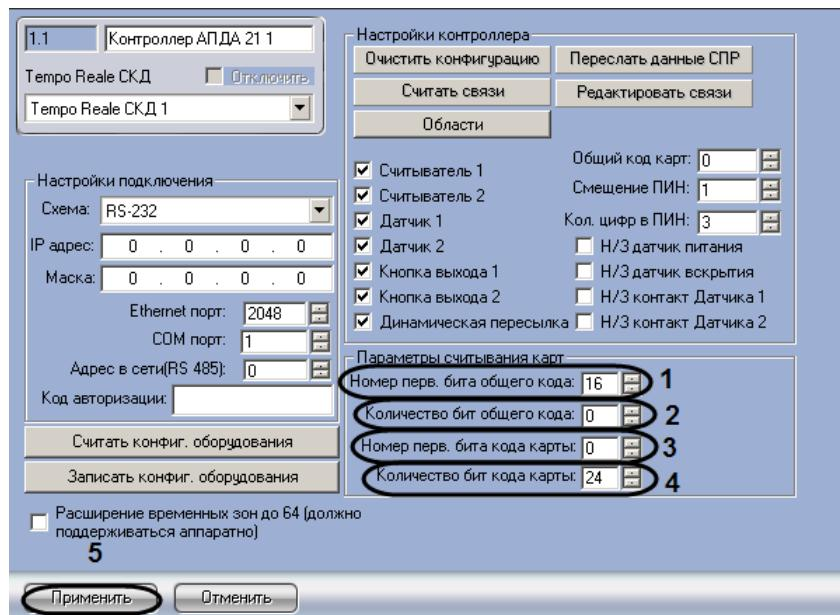

Рис. 3.3—12 Задание параметров считывания карт
1. Перейти на панель настройки объекта **Контроллер АПДА 21** или **Контроллер АПДА 41** (Рис. 3.3—12).
2. В поле **Номер перв. бита общего кода**: ввести номер первого бита общего кода (см. Рис. 3.3—12, 1).
3. В поле **Количество бит общего кода**: ввести количество бит общего кода (см. Рис. 3.3—12, 2).
4. В поле **Номер перв. бита кода карты**: ввести номер первого бита кода карты (см. Рис. 3.3—12, 3).
5. В поле **Количество бит кода карты**: ввести количество бит кода карты (см. Рис. 3.3—12, 4).
6. Для сохранения внесенных изменений нажать кнопку **Применить** (см. Рис. 3.3—12, 5).